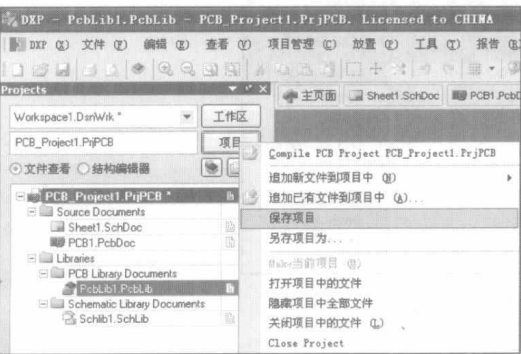
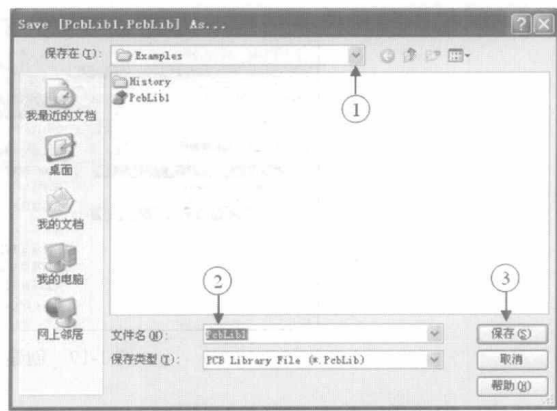

图 1-22 保存项目文件的菜单命令
图 1-23 保存 PCB 元件库文件
(6) 开始保存各类设计文件和项目文件。单击 **项目** 按钮，出现如图 1-22 所示菜单。
(7) 执行图 1-22 中“保存项目”命令，出现如图 1-23 所示对话框。① 单击下拉按钮，可修改 PCB 元件库文件的保存路径；② 在“文件名 (N):”右侧的空白处，可以修改 PCB 元件库文件的文件名；③ 单击 **保存(S)** 按钮，完成 PCB 元件库文件的保存。